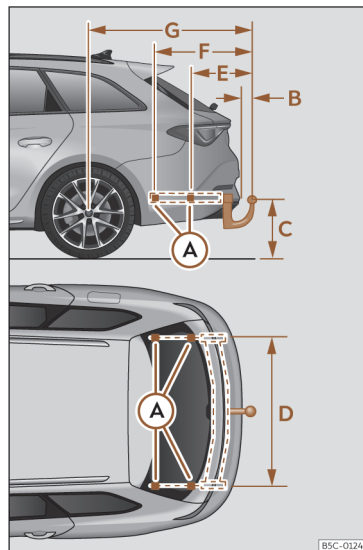

Fig. 198 Cotes et points de fixation pour l'installation d'un dispositif d'attelage en deuxième monte.
La cote allant du centre de la boule jusqu'au sol >>> **fig. 198 (C)** ne doit en aucun cas être inférieure à celle indiquée. Cette instruction vaut également pour le véhicule entièrement chargé, y compris la charge verticale maximale techniquement admissible sur la flèche de tir.